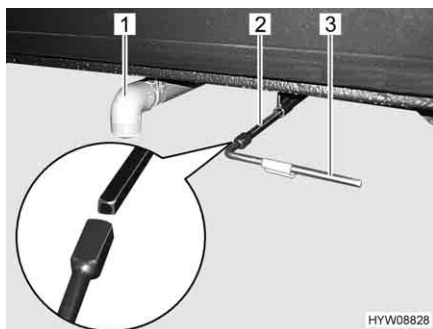

Fig. 104 Leva di comando e tubo di scarico (serbatoio delle acque grigie)
- Posizionare il tubo di scarico (Fig. 104,1) direttamente sopra la stazione di smaltimento oppure innestare il tubo di gomma per lo scarico (accessorio opzionale) sul tubo di scarico (Fig. 104,1).
- Aprire il rubinetto di scarico. A tale scopo innestare la chiave quadra (Fig. 104,3) fornita in dotazione sul perno quadro del rubinetto di scarico (Fig. 104,2).
- Ruotare la chiave quadra (Fig. 104,3) di un quarto di giro in senso antiorario. Le acque grigie vengono scaricate.
- Dopo il deflusso completo delle acque grigie: Richiudere il rubinetto di scarico. A questo scopo ruotare la chiave quadra (Fig. 104,3) di un quarto di giro in senso orario.
- Sfilare la chiave quadra (Fig. 104,3) e stivarla.